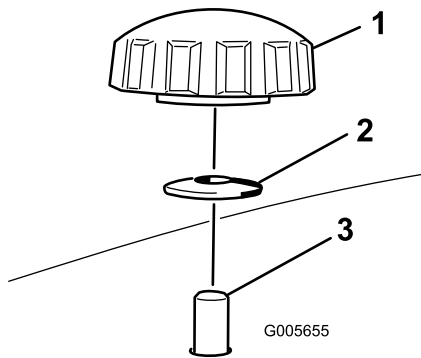
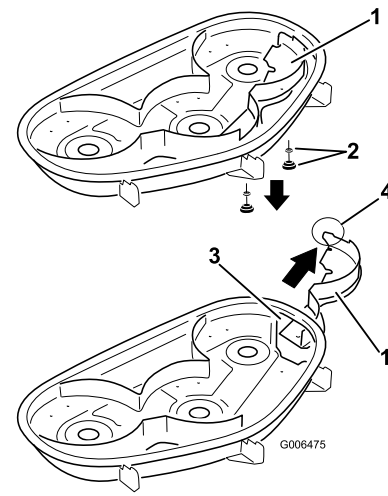

Figure 19
Figure 20
4. Déposez les 2 boutons et rondelles bombées qui fixent le déflecteur droit au plateau de coupe, comme illustré à la Figure 19.
5. Déposez le déflecteur droit et abaissez le déflecteur d'herbe sur l'ouverture d'éjection, comme illustré aux Figure 20 et Figure 19.
4. Insérez le déflecteur droit par l'ouverture d'éjection et fixez-le en place avec 2 boutons et rondelles bombées (côté bombé face au plateau de coupe) comme illustré aux Figure 19 et Figure 20.